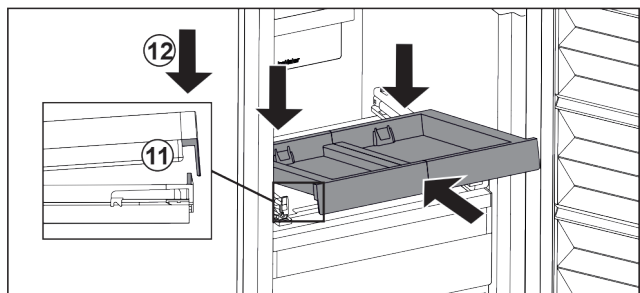

Fig. 88
- ▶ Introducir en posición inclinada. Asegurarse de que a ambos lados, el tope quede detrás de la lengüeta. Fig. 88 (11)
- ▶ Depositar el estante extraíble por delante. Fig. 88 (12)